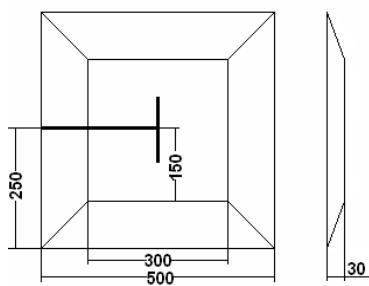

图2 锥台尺寸 (mm)
3.2.4 场上有一块长500mm、宽500mm刷白色亚光漆的锥台，是机器人的待命区，如图2所示。机器人要从待命区启动，完成任务后还要回到待命区。锥台上虽画有黑色引导线，但机器人可以从任何一边上下。